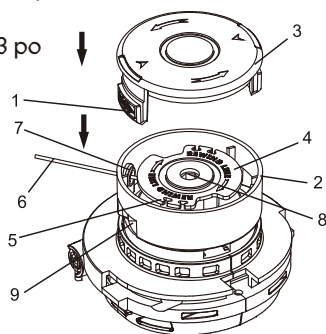

Fig. 17
- Retirez l'extrémité libre du fil pour coupe-herbe de la fente de retenue (5) de la bobine (Fig. 17).
- Enroulez délicatement et uniformément le fil pour coupe-herbe sur la bobine afin d'éviter les chevauchements causant d'autres blocages du fil (Fig. 17).